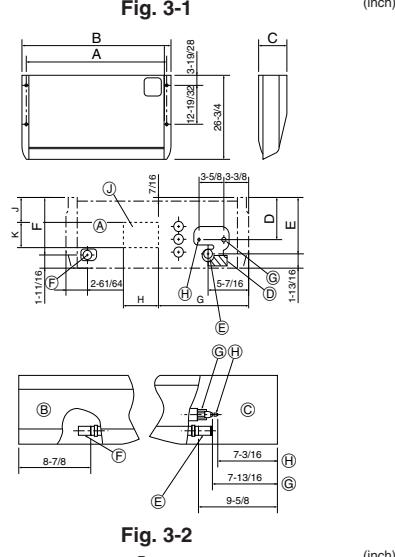

Fig. 3-2
①	Rondelle	4
②	Gaine protectrice de tuyau	1 grande taille (pour la tuyauterie à gaz)
③	Gaine protectrice de tuyau	1 petite taille (pour la tuyauterie à liquide)
④	Courroie	4
⑤	Douille	1 Marquée "UNIT" (APPAREIL)
⑥	Gaine de la douille	1
⑦	Gaine du tuyau d'évacuation	1
⑧	Télécommande filaire	1
3.2. Préparation à l'installation (Fig. 3-2)